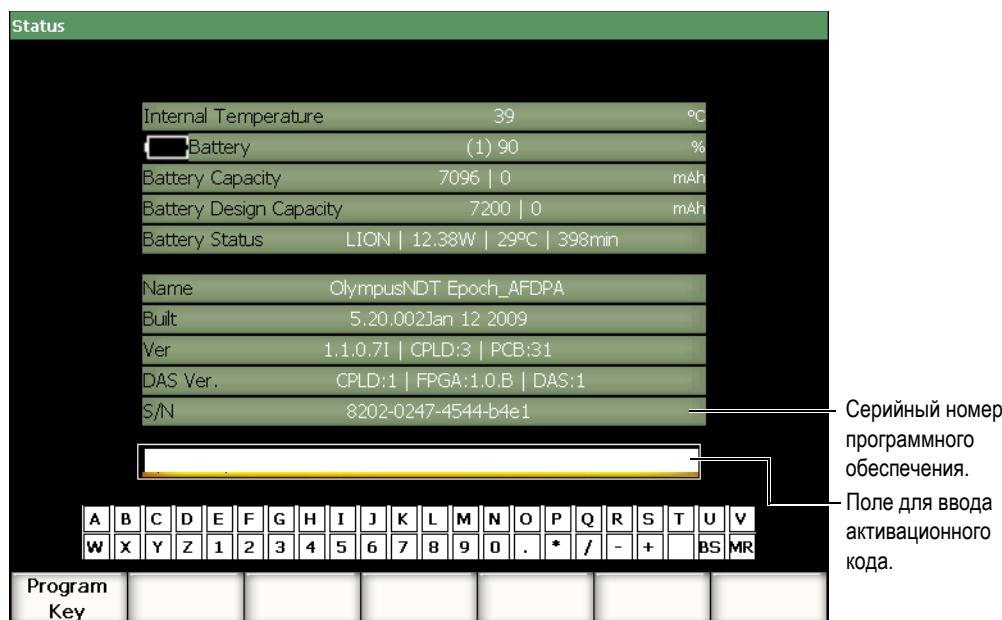

Рис. 11-1 Окно для ввода активационного кода
1. В меню 3/5 > Inst Setup > Status откройте страницу **Status**, показанную на Рис. 11-1 на стр. 198.
5. При помощи виртуальной клавиатуры введите активационный код в поле над клавиатурой (см. Рис. 11-1 на стр. 198).